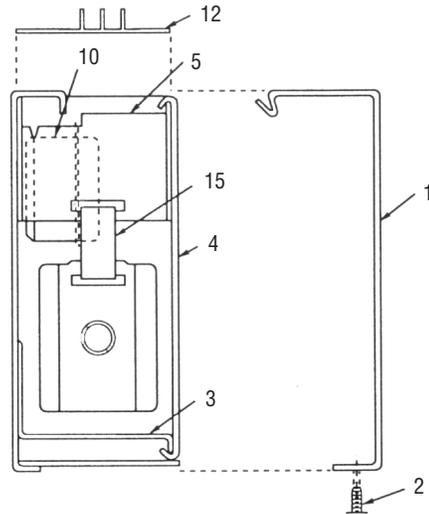
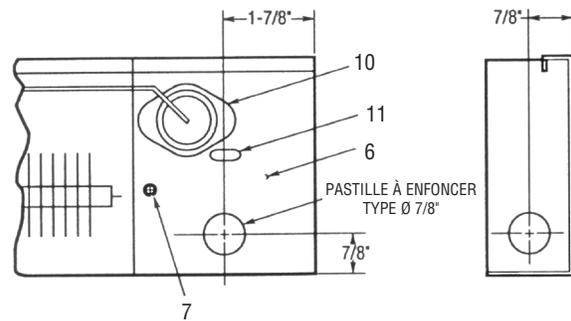

Figure 1
Figure 2. Détail de pastilles à enfoncer
11. Quand vous montez le radiateur, faites attention de bien le fixer à la structure du bâtiment et d'éviter d'endommager ses composants internes. N'enlevez pas la grille durant l'installation car cela pourrait déplacer ou endommager le câble interne fait en usine (Voyez l'article 12 en Figure 1).
**REMARQUE :** N'enlevez pas la grille (12, Figure 1) durant l'installation.
1. Enlevez les couvercles de boîtiers de raccordement de gauche et de droite (1) en ôtant leurs vis (2).
2. Fléchissez les brides à ressort (3) et levez le couvercle frontal (4) hors des équerres (5). Sortez avec précautions l'emballage de protection de la zone de l'élément.
4. Amenez l'alimentation électrique au passage de la pastille choisi dans le boîtier de raccordement (6 en Figure 2).
6. Fixez le radiateur au mur en utilisant les trous de montage en boutonnière (11) qui se trouvent dans chaque boîtier de raccordement (Voyez la figure 2). Les méthodes qui suivent pour monter les radiateurs sont suggérées en fonction des surfaces murales habituelles :
4. Fixez le radiateur au mur en utilisant les trous de montage en boutonnière (11) qui se trouvent dans chaque boîtier de raccordement (Voyez la figure 2). Les méthodes qui suivent pour monter les radiateurs sont suggérées en fonction des surfaces murales habituelles :